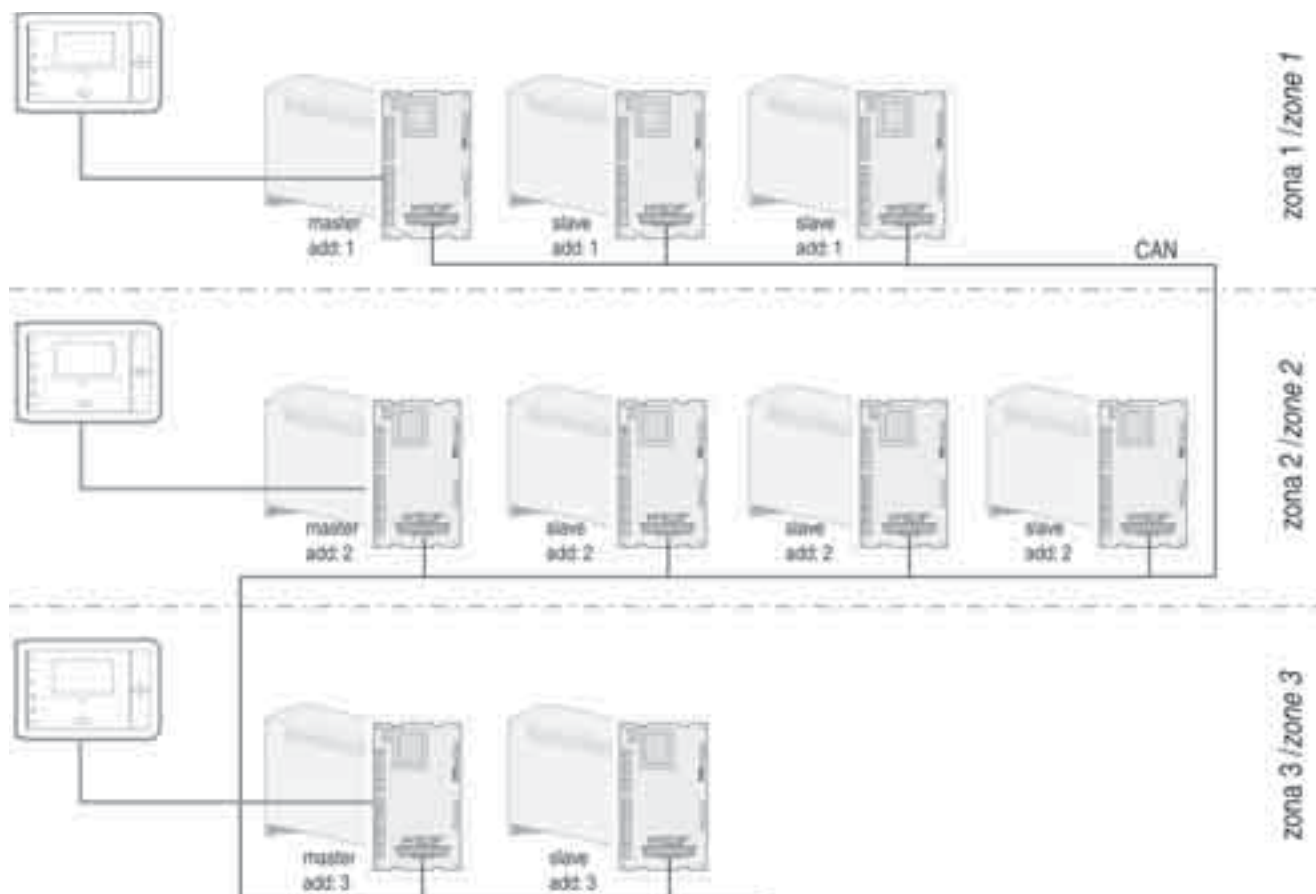

Fig. 3.19
5. Inserire il cavetto 8 vie dell'adattatore chiave di programmazione nel connettore IR della scheda e-drofan (Sorgente), vedi Fig. 3.19;
5. Insert the 8-wire cable from the programming key adapter to the IR connector on the e-drofan board (source), see Fig. 3.19;